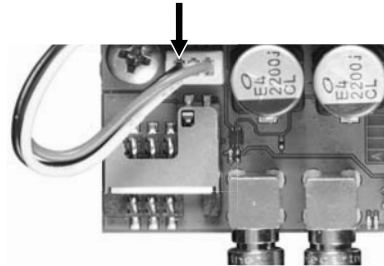

Fig. 5 Conexión de la batería
- Instale solamente la batería aprobada por Grundfos (ref. 99465650).
El módulo de telefonía móvil CIM 260 o CIM 280 permite integrar una batería de iones de litio (ref. 99465650). Se fija mediante una banda de velcro que absorbe las vibraciones y facilita el cambio de la batería. Conecte la batería al módulo CIM 260 o CIM 280 como se muestra en la fig. 5. Consulte la guía rápida de la unidad CIU para saber cómo colocar la batería en la cubierta de dicha unidad.